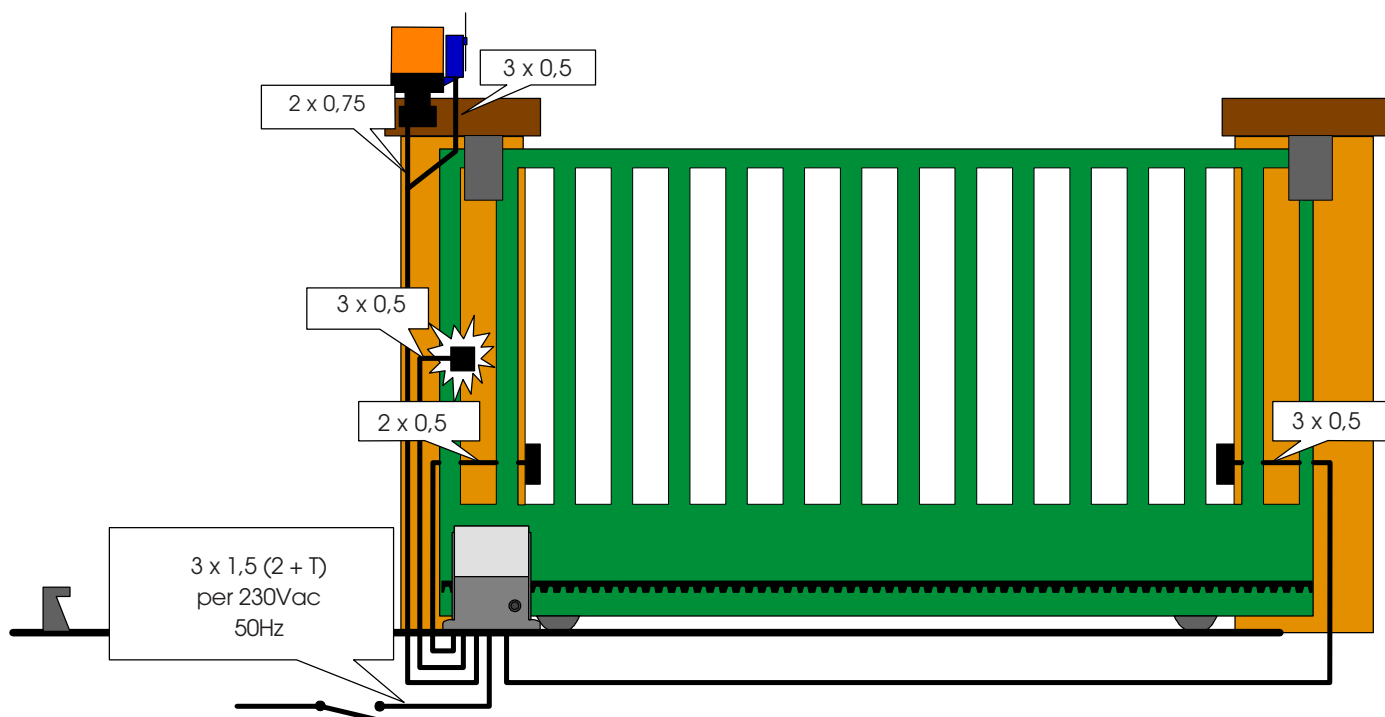

Fig. 4
- Predisporre i cavi elettrici per il collegamento degli accessori e l'alimentazione elettrica come da Fig. 4. Per effettuare agevolmente i collegamenti fare fuoriuscire i cavi della lunghezza necessaria per la connessione in morsetteria, al trasformatore e alla scheda di decodifica (se presenti).